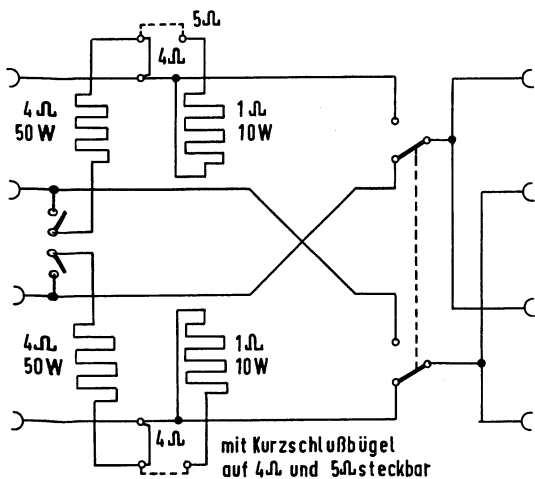

Bild 1
9. **2 Abschlußwiderstände 4 Ω /50 Watt eingebaut mit Umschalter und Anschlußklemmen für Meßgeräte** (Selbstbau) (siehe Bild 1 und 2).